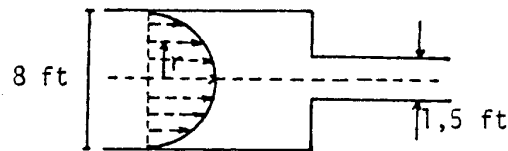

Figura P3.1
3.1 Escoa-se água numa conduta circular com um perfil de velocidades dado pela equação $v = 6 (1 - r^2/16)$ ft s⁻¹. Qual será a velocidade média na conduta com diâmetro de 1,5 ft (figura P3.1).